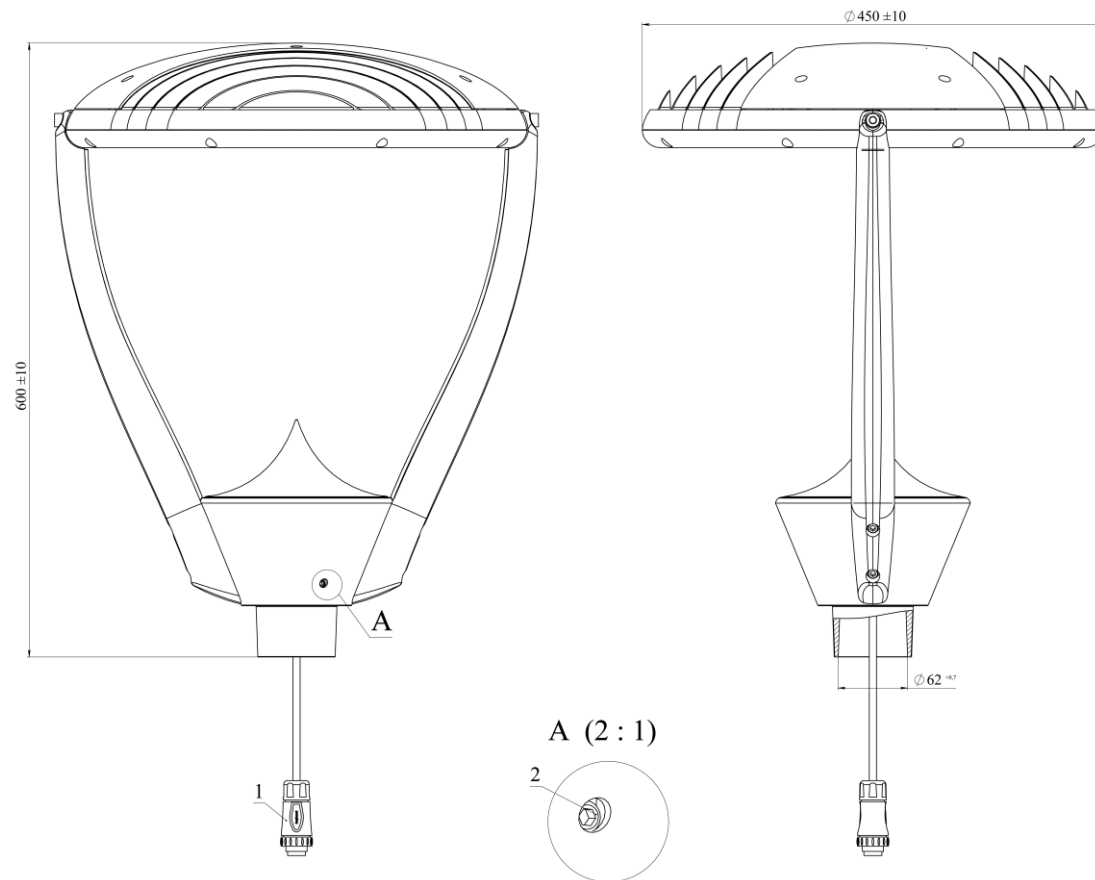
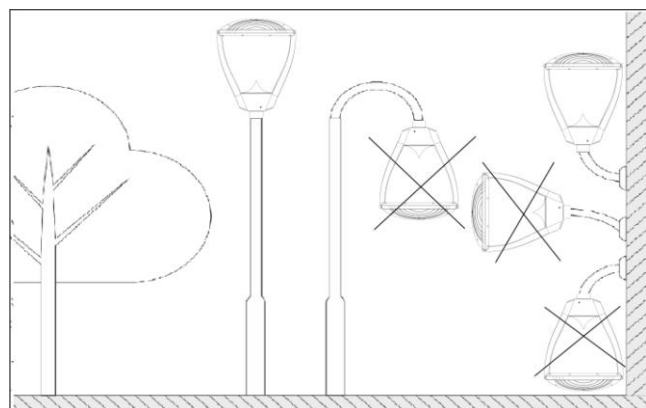

Рисунок 1
Рисунок 3
2.1 Торшерные светильники серии GALAD Факел LED (Рисунок 1) со светодиодными модулями предназначены для функционально-декоративного освещения парков, скверов, бульваров, зон отдыха, территорий микрорайонов, коттеджных поселков.
5.2 Соединить разъем светильника (поз.1) Рисунок 1 с ответным разъемом, установленным на питающий кабель.
5.3 Ослабить установочные винты (поз.2) Рисунок 1 таким образом, чтобы концы установочных винтов были заподлицо с внутренней поверхностью основания светильника (**Запрещается выворачивать полностью установочные винты**), установить светильник на трубу Ø50...60мм. (Рисунок 3), затянуть установочные винты (поз.2) с усилием 5...8Н·м. (Рисунок 1).